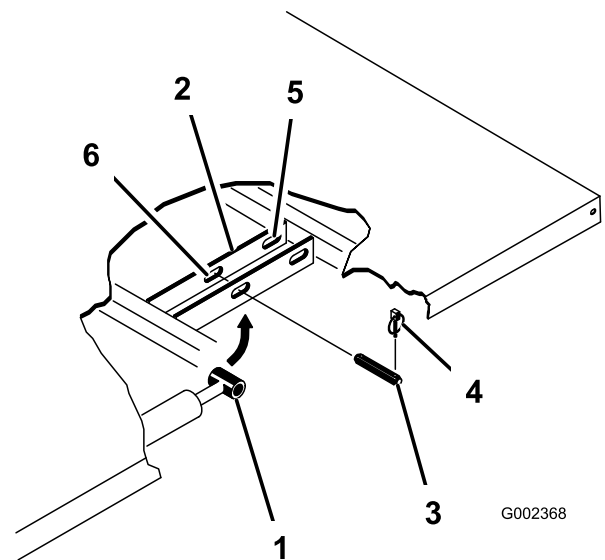

Bild 3
- Nehmen Sie die Klappstecker von den äußeren Enden der Lastösenbolzen der Zylinderstange (Bild 3) ab.
Pritschenbefestigungsplatten befestigt sind. Drücken Sie die Bolzen hierfür nach innen (Bild 3).